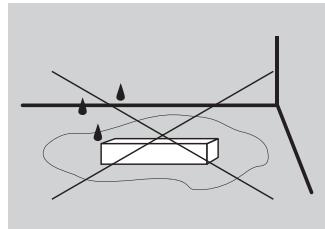

Рис. 3
4.8. Не размещайте источник в местах и нишах, где может скапливаться вода. Нахождение источника в воде (лужа, тающий снег) вызывает разрушающие электрохимические процессы (Рис.3).